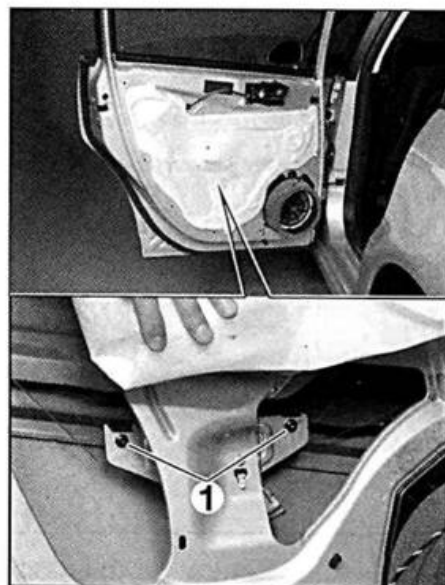

FIG. 53
- Desmontar los tornillos de fijación (1) (fig. 53).